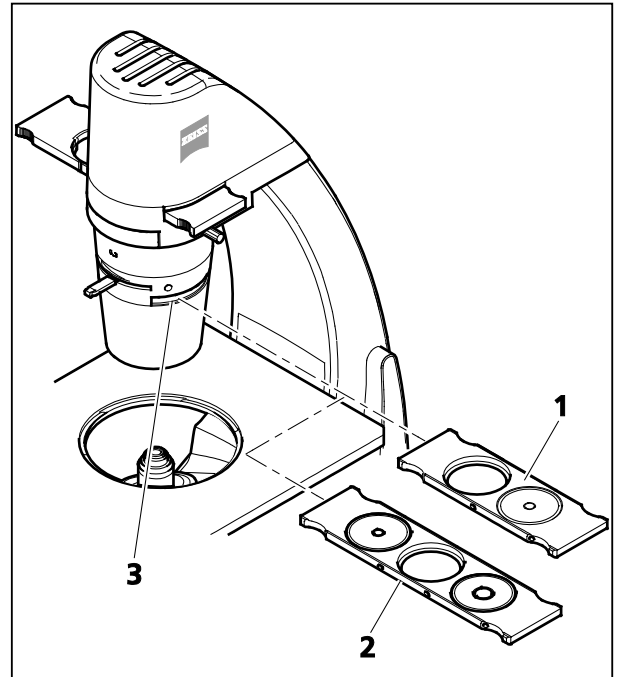

Bild 6 Schieber für Phasenkontrast einsetzen
Die Schieber Ph, 2-fach (Bild 6/1) und Schieber Ph, 3-fach (Bild 6/2) werden komplett mit montierten Ringblenden für Phasenkontrast geliefert.
- Schieber Ph (Bild 6/1 oder 2) von rechts oder links mit der Beschriftung nach oben in den Kondensator-Steckplatz (Bild 6/3) einschieben und in der gewünschten Position einrasten.